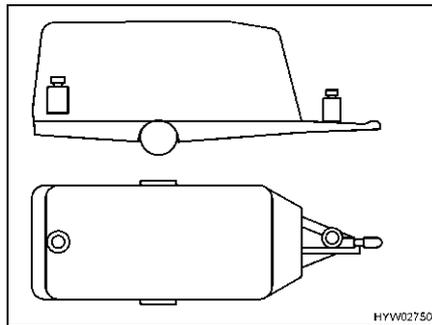

Fig. 4 Ripartizione scorretta del peso
**Caricamento scorretto** Pesi distanti tra loro (Fig. 4) possono provocare slittamenti.